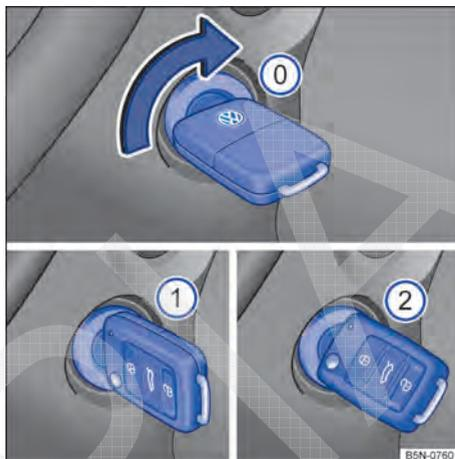

Fig. 92 Ao lado do volante, à direita: posições da chave do veículo no cilindro da ignição.
Posições da chave do veículo → Fig. 92
4.	Girar a chave do veículo no cilindro da ignição para a posição → Fig. 92 ① para ligar a ignição. Nesse instante a luz de controle do sistema de partida aquecida irá se acender no instrumento combinado.
6.	Girar a chave do veículo no cilindro da ignição para a posição → Fig. 92 ② para dar partida no motor – não acelerar. Caso a etapa 5 não seja respeitada, a luz de controle irá piscar indicando a necessidade de interromper o procedimento de partida e repeti-lo após retornar a chave para a posição → Fig. 92 ③ e aguardar aproximadamente 10 segundos.
5.	Girar a chave do veículo no cilindro da ignição para a posição → Fig. 92 ①.